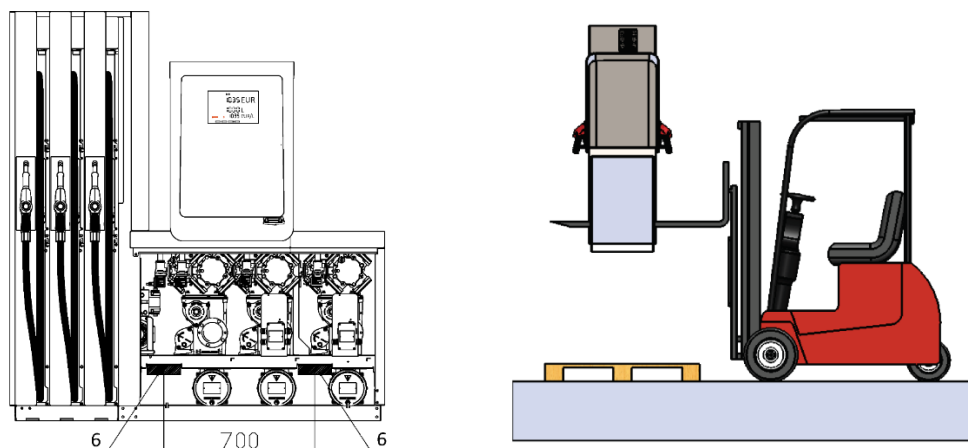

Figura 66 – Sollevamento dell'erogatore dal pallet di trasporto in legno
- Quando si installa l'erogatore in loco, rimuovere prima i coperchi dell'erogatore (sportelli) e allentare i bulloni di ancoraggio tra il pallet di legno e l'erogatore. Quindi sollevare il distributore dal pallet di legno e posizionarlo sul telaio di base preparato sul sito. Utilizzare i fori nell'erogatore per il sollevamento delle forche di carico da 100 x 40 mm – vedere Figura 66, posizione 6).